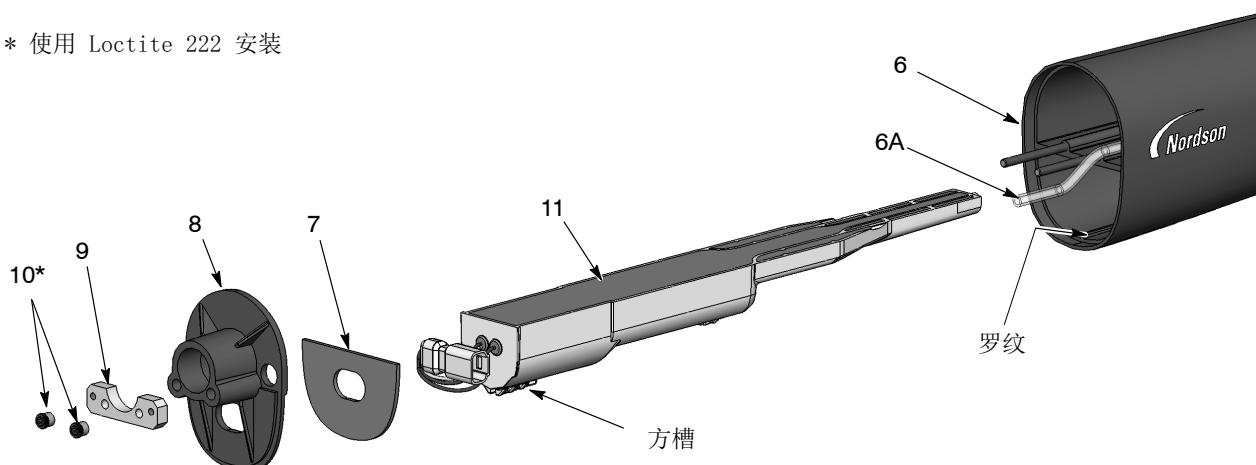

图 23 杆座喷枪拆卸 (2/3)
4. 请参见图 23。使用 $1/8$ 英寸六角扳手，从隔板 (8) 上卸下两个内六角螺母 (10) 和螺钉板 (9)。然后从枪体 (6) 上拆下隔板，使电源线束穿过隔板。
5. 将电源 (11) 滑出枪体。
7. 垫圈 (7) 以压敏胶固定在隔板上。如果垫圈损坏，请更换新垫圈。
1. 请参见图 23。将电源（11）安装到枪体（6）中，确保枪体罗纹与电源上的方槽匹配。将电源牢固地插入枪体。